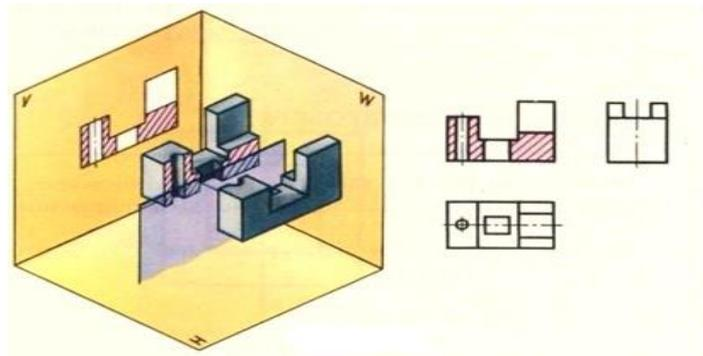

Рисунок 1
*Фронтальный разрез* - изображение, полученное при мысленном рассечении детали секущей плоскостью, параллельной фронтальной плоскости проекций (Рисунок 1).